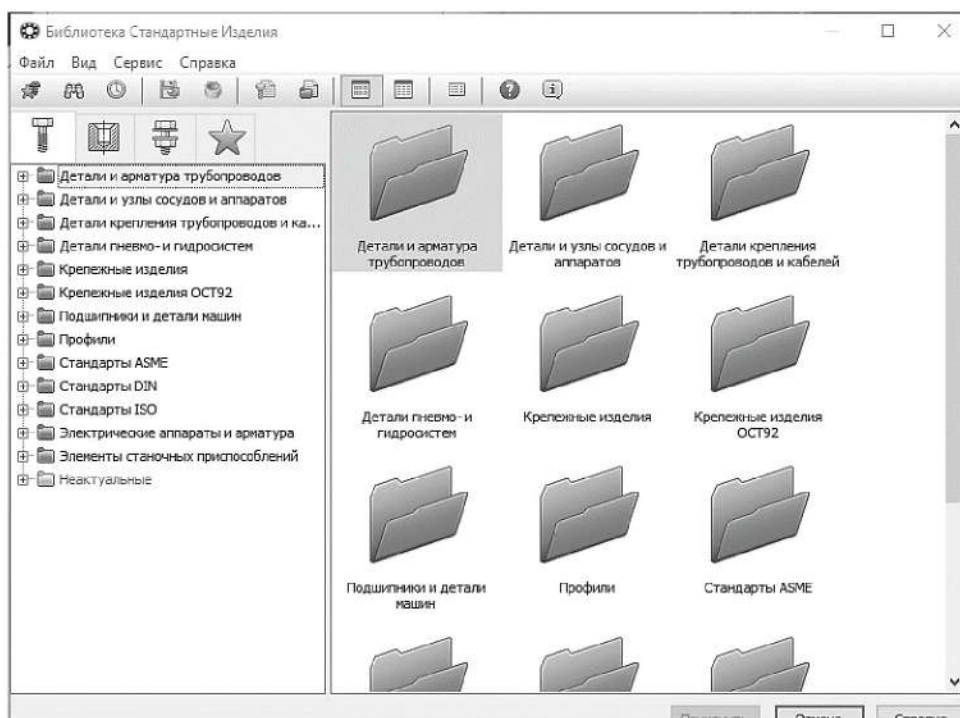

Рисунок 3.89. Добавление стандартных изделий
10.1.2 Вызовите команду **Библиотеки – Стандартные изделия – Вставить элемент**. На экране откроется окно **Библиотека Стандартные Изделия** (рисунок 3.89).